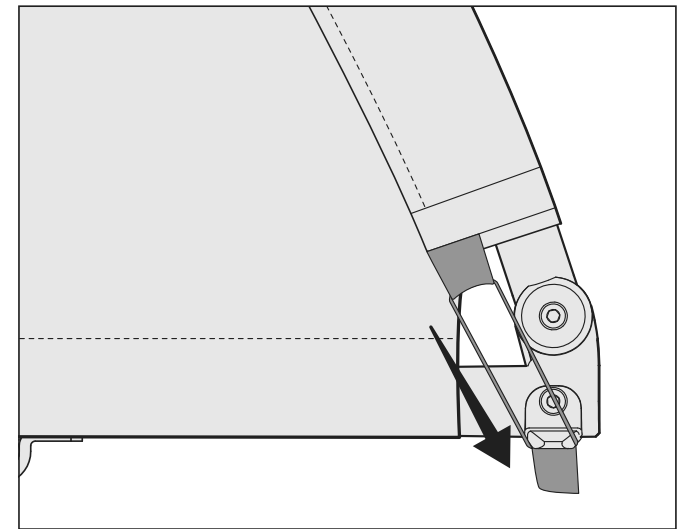

Abbildung 11
2. Die elastischen Schlaufen der Abdeckung an der Rückseite des Anhängers über die seitlichen Knöpfe haken. (Abbildung 11)